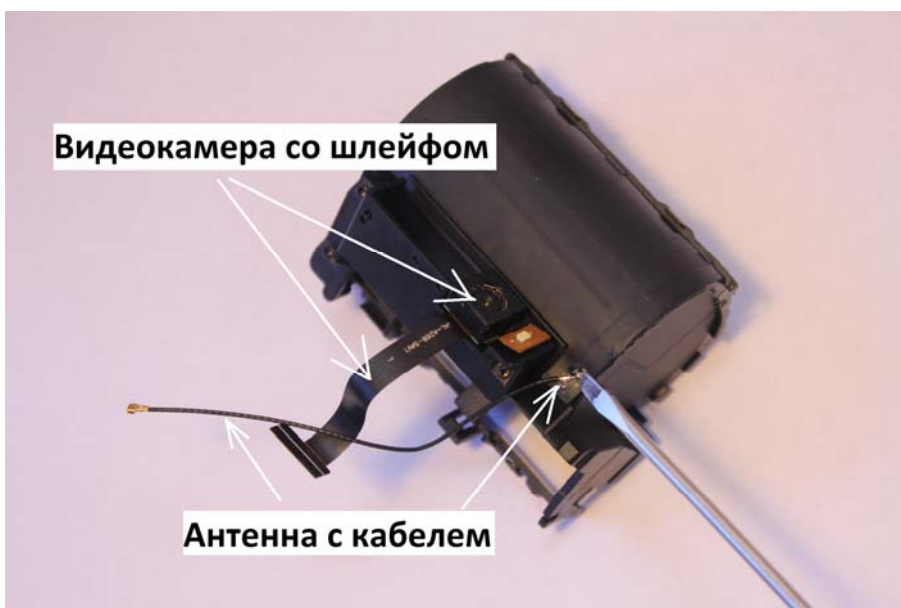

рис.10
11. Антенна с кабелем; (см. рис.10,11)
12.Видеокамера; (см. рис.10,11)